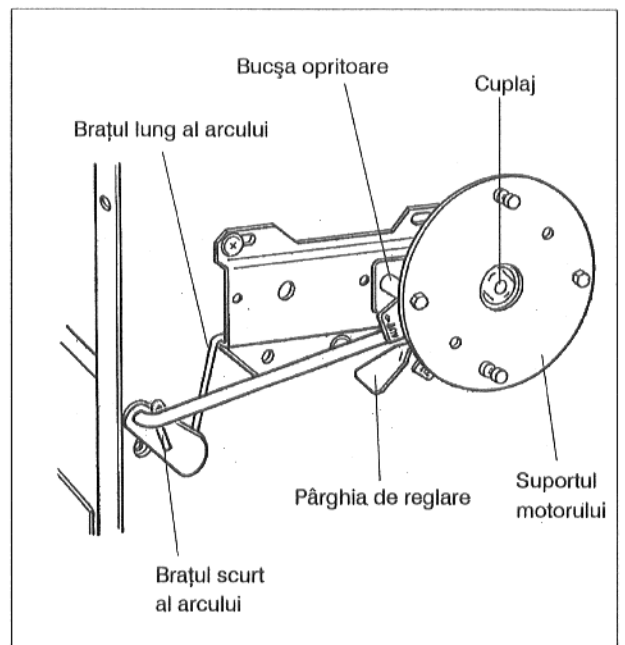
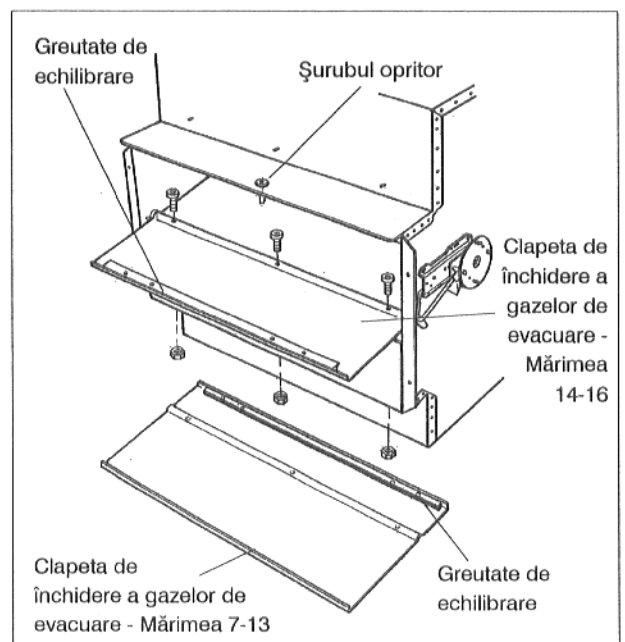
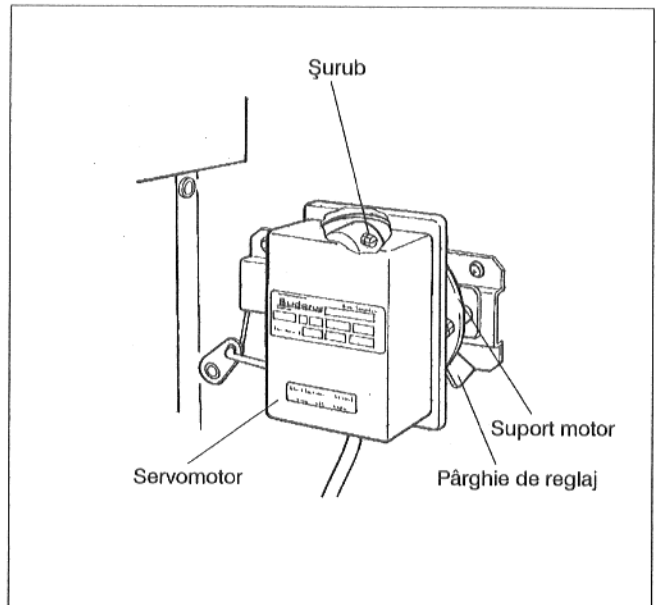

Fig. 5
Fig. 6
Fig. 8
- Tensionați arcul prin apăsarea capătului lung al arcului pe capătul liber al consolei (Fig. 5).
- Clapeta de închidere a gazelor de evacuare (AKL) se va așeza pe tija între cele două șaibe de distanțare în așa fel ca greutatea de echilibrare să se afle la partea superioară (Fig. 6).
- Clapeta de închidere a gazelor de evacuare (AKL) se va monta ca în (Fig. 6).
Consola trebuie astfel fixată (gaura alungită Fig. 5) încât la clapeta deschisă (poziția ei orizontală) pârghia de acționare să se așeze pe bucșa opritoare.
**Executați proba de funcționare** (fără motor): Cu pârghia de acționare (Fig. 5) închideți clapeta de gaze de evacuare (până la șurubul opritor; Fig. 6); prin aducerea ei în poziția verticală.
- Eventual se va mișca puțin cupla din suportul motorului (Fig. 5) cu ajutorul pârgheii de reglaj, pentru a ușura așezarea motorului (Fig. 8).